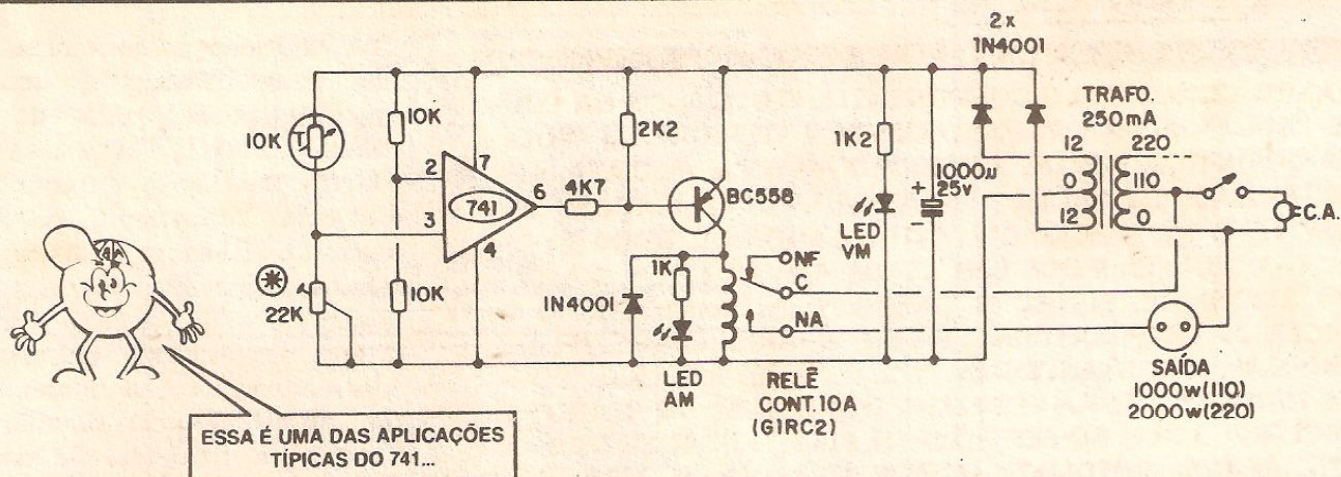

Fig.1
- FIG. 1 - O "ESQUEMA" DO CIRCUITO - É inevitável que com o natural avanço do nosso "Curso", inclusive as Montagens Práticas (que refletem a complexidade da parte Teórica...) tenham um incremento nas suas organizações circuitais, cada vez com mais componentes, peças mais "especializadas", e realizando funções mais e mais "complicadas" (isso não quer dizer que, de quando em quando, mesmo daqui pra frente, não surjam na Seção de Prática projetos ainda simples